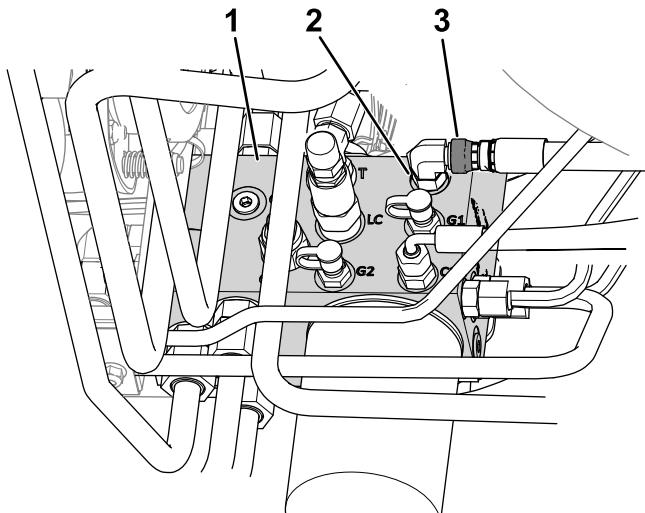

図 8
- B. 油圧マニホールドのポート C1 に接続されているホースのスイベルナットをゆるめる図 8。
- E. ホースのスイベルナットポートC1図 8を 41 N·m4.2 kg.m = 30 ft-lb にトルク締めする。